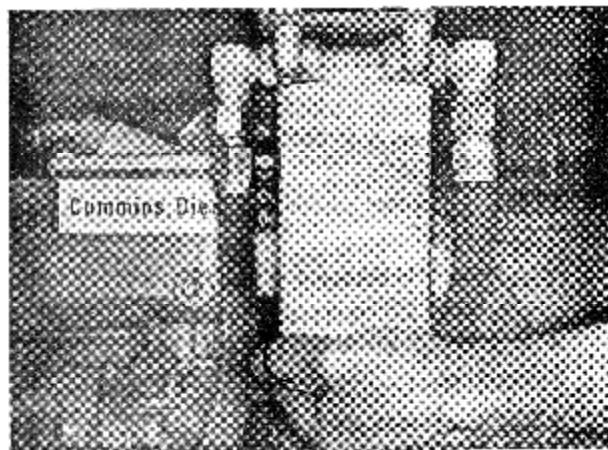

Рис. 2-19 (V11909) Замена топливного фильтра накручивающегося типа
1. Отвинтить и снять фильтр накручивающегося типа. Рис. 2-19 и 2-20.